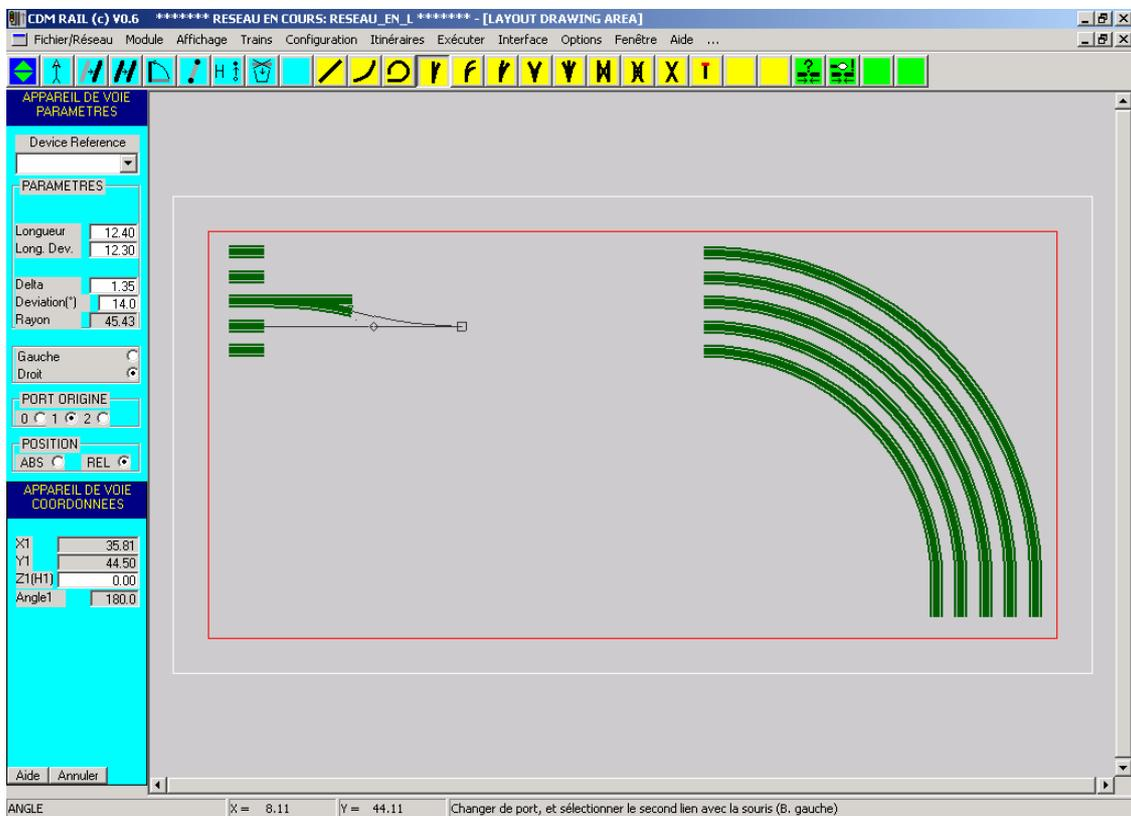

Figure MM-4-6 Raccordement d'aiguillage en mode relatif: définition du deuxième port.
- Puis, approcher le curseur de l'extrémité droite du segment d'ancrage du milieu. Lorsque l'attraction se produit, on arrive à la configuration de la figure MM-4-6, où les deux branches de l'aiguillage sont dans les prolongements exacts de la branche déviée du premier aiguillage d'une part, et du segment d'ancrage de l'autre.